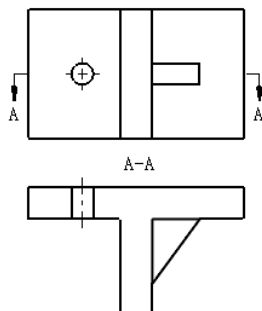

图 6.11.5 绘制封闭轮廓
Step3. 绘制分离轮廓。选择下拉菜单 **工具(T)** → **草图绘制实体(E)** → **直线(L)** 命令，绘制图 6.11.5 所示的封闭轮廓。该轮廓将筋板剖面和其邻近剖面轮廓分开。